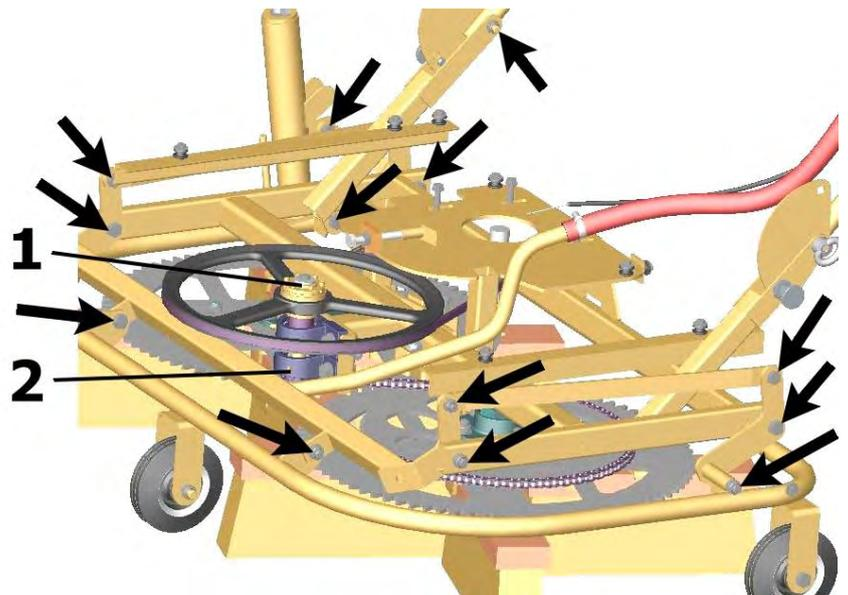

Bild 2
- Befestigungsschrauben bei beweglichen Teilen nicht zu fest nachziehen. (Siehe Pfeile ↘ ↙ in Bild 2)
Rutschkupplung (siehe Pos. (1) in **Bild 2**) dient als Überlastsicherung und sollte bei Störungen (Durchdrehen der Rutschkupplung (1) während des Betriebes) nachgezogen werden (siehe beiliegende Montageanleitung RUFLEX). **Drehmoment 25 Nm** (Ruflex 011TF).
Halbjährlich ist die Rutschkupplung über Schmiernippel (siehe Pos. (2) in **Bild 2**) mit Fett nachfüllen.